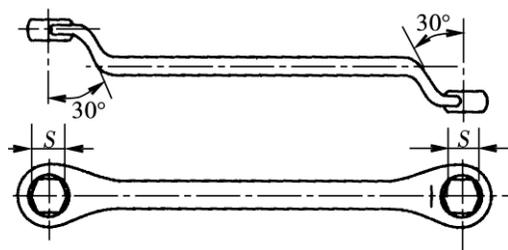

图 1-2 梅花扳手
(2) 梅花扳手。梅花扳手同开口扳手的用途相似。其两端是花环式的。其孔壁一般是 12 边形,可将螺栓和螺母头部套住,扭转力矩大,工作可靠,不易滑脱,携带方便。如图 1-2 所示。使用时,扳动  $30^\circ$  后,即可换位再套,因而适用于狭窄场合下操作。与开口扳手相比,梅花扳手强度高,使用时不易滑脱,但套上、取下不方便。其规格以闭口尺寸  $S$  (mm) 来表示,如图 1-2 所示;通常是成套装备,有八件一套、十件一套等;通常用 45 号钢或 40Cr 锻造,并经热处理。